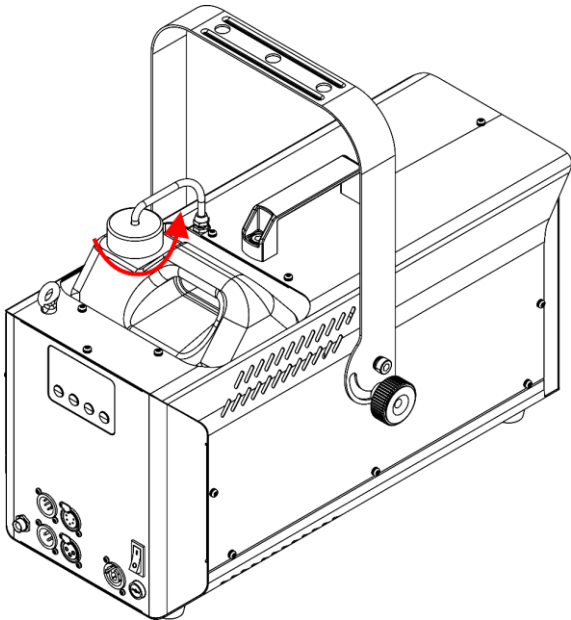

Fig. 14
- 02) Schroef het deksel van de vloeistoftank los, zoals getoond in Fig. 14.